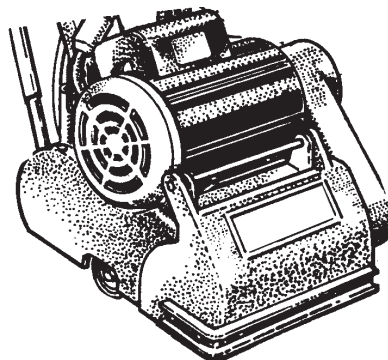

Figure 4
- 6 Soulever le châssis avec les poignées de transport et le poser dans la zone de chargement. (Figure 4)